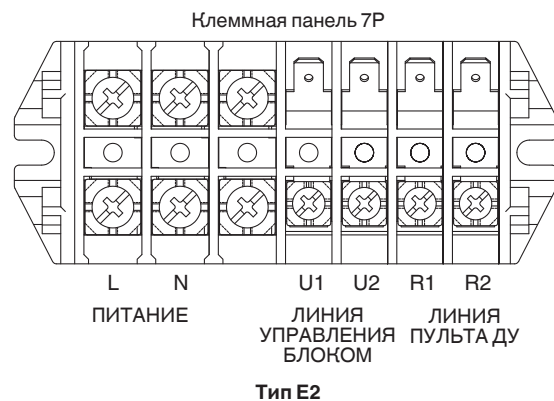

Рис. 4-2
- (1) См. Раздел 4-2. «Рекомендуемая длина и диаметр проводки для системы питания» для получения пояснений размеров "B", "C", "D" и "E" на приведенной выше схеме.
- (2) На принципиальной схеме соединений внутреннего блока показаны клеммные панели, однако клеммные панели вашего оборудования могут отличаться от данной схемы. (Рис. 4-2)
- (3) Перед включением питания необходимо установить адрес цепи хладагента (R.C.).
- (4) Что касается установки адреса пульта дистанционного управления, см. инструкции по установке, прилагаемые к пульту дистанционного управления (дополнительное оборудование). Установка адреса может автоматически выполняться пультом дистанционного управления. См. инструкции по установке, прилагаемые к пульту дистанционного управления (дополнительное оборудование).